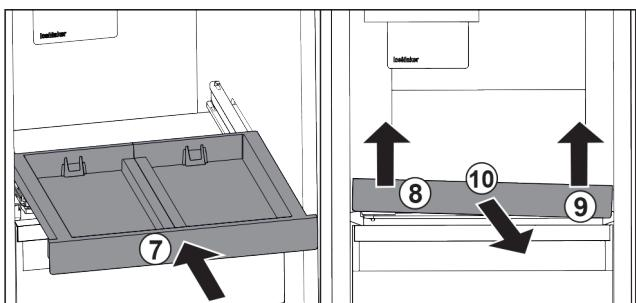

Fig. 82
- Zasuňte vyťahovaciu poličku. Fig. 82 (7)
- Nadvihnite vyťahovaciu poličku vpredu vľavo. Fig. 82 (8)
- Nadvihnite vyťahovaciu poličku vpredu vpravo. Fig. 82 (9)
- Odoberte vyťahovaciu poličku dopredu. Fig. 82 (10)